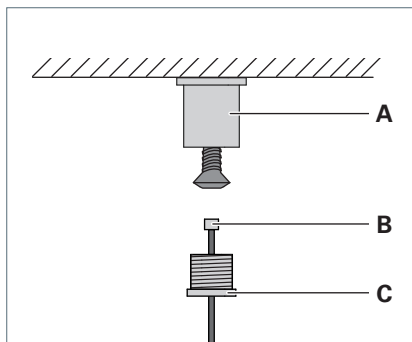

Fig. 2: Montaggio dell'elemento di fissaggio al soffitto.
- Avvitare al soffitto il manicotto **A** utilizzando una vite idonea, vedi Fig. 2.